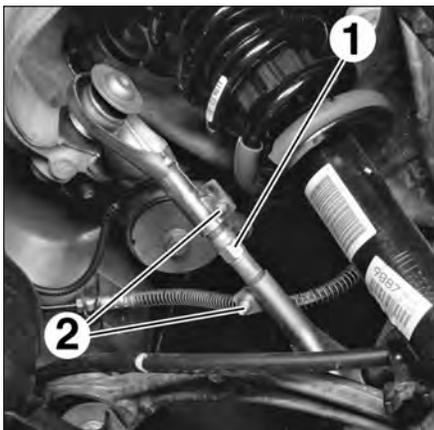

FIG.4
- Le parallélisme se règle par l'allongement ou le raccourcissement symétrique de la longueur des biellettes de réglage, en les tournant par leur empreinte hexagonale (1), après avoir desserré les vis de blocage (2) (Fig.4).